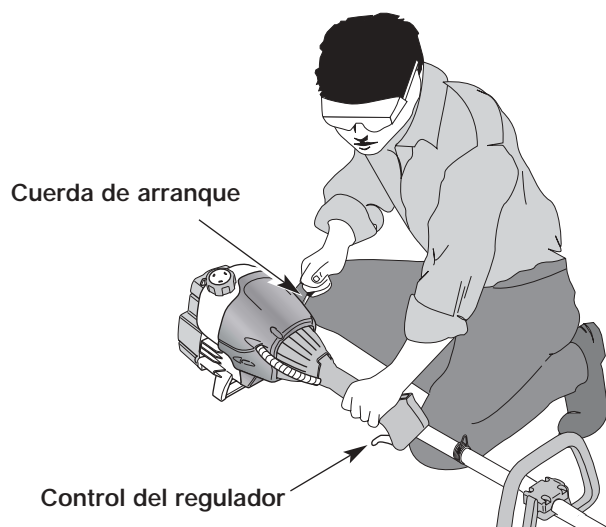

Fig. 8
ADVERTENCIA: Evite los arranques accidentales. Colóquese en posición de inicio cuando tire de la cuerda de arranque (Fig. 8). El operador y la unidad deben estar en una posición estable al arrancar la unidad para evitar graves lesiones personales.
5. Con la unidad en la posición de arranque (Fig. 8). **NO APRIETE EL CONTROL DE ACELERACIÓN**, hale la cuerda de arranque con fuerza 5 veces, la palanca EZ-Start™ debe estar hacia la izquierda. Si la unidad empieza a funcionar antes de la quinta tirada de la cuerda, avance hacia el Paso 6. Si el motor no comienza, regrese al Paso 3.
1. Saque la mano del control del regulador (Fig. 8). Deje enfriar el motor en mínima.
Para recortar bordes mientras usa el accesorio de corte de cabeza de línea con modelos EZ-Link™, trabe el botón de desconexión en el **orificio lateral de 90°** o en el **orificio lateral de 180°** (Fig. 8).